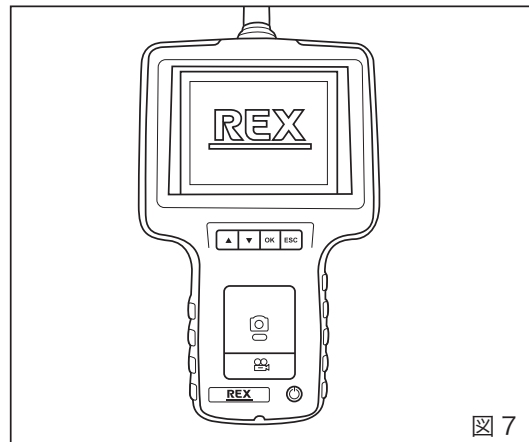

図7
- ①電源ボタンを3～5秒程押し続けると、本体の電源がオンになります。モニタに REX マークが表示されます。最初の5秒程度は電池の残量、およびSDカードの残容量が表示されます。その後、ライブの映像が表示されます。(図7)